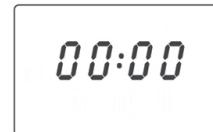

fig. 8
- Cifrele de oră interferează pe ecran (primele două cifre). Setați ora corectă cu butoanele + și -. După care apăsați odată butonul Mod, pentru a trece la minutele, pe care din nou să le setați cu butoanele + și -. (fig. 8)